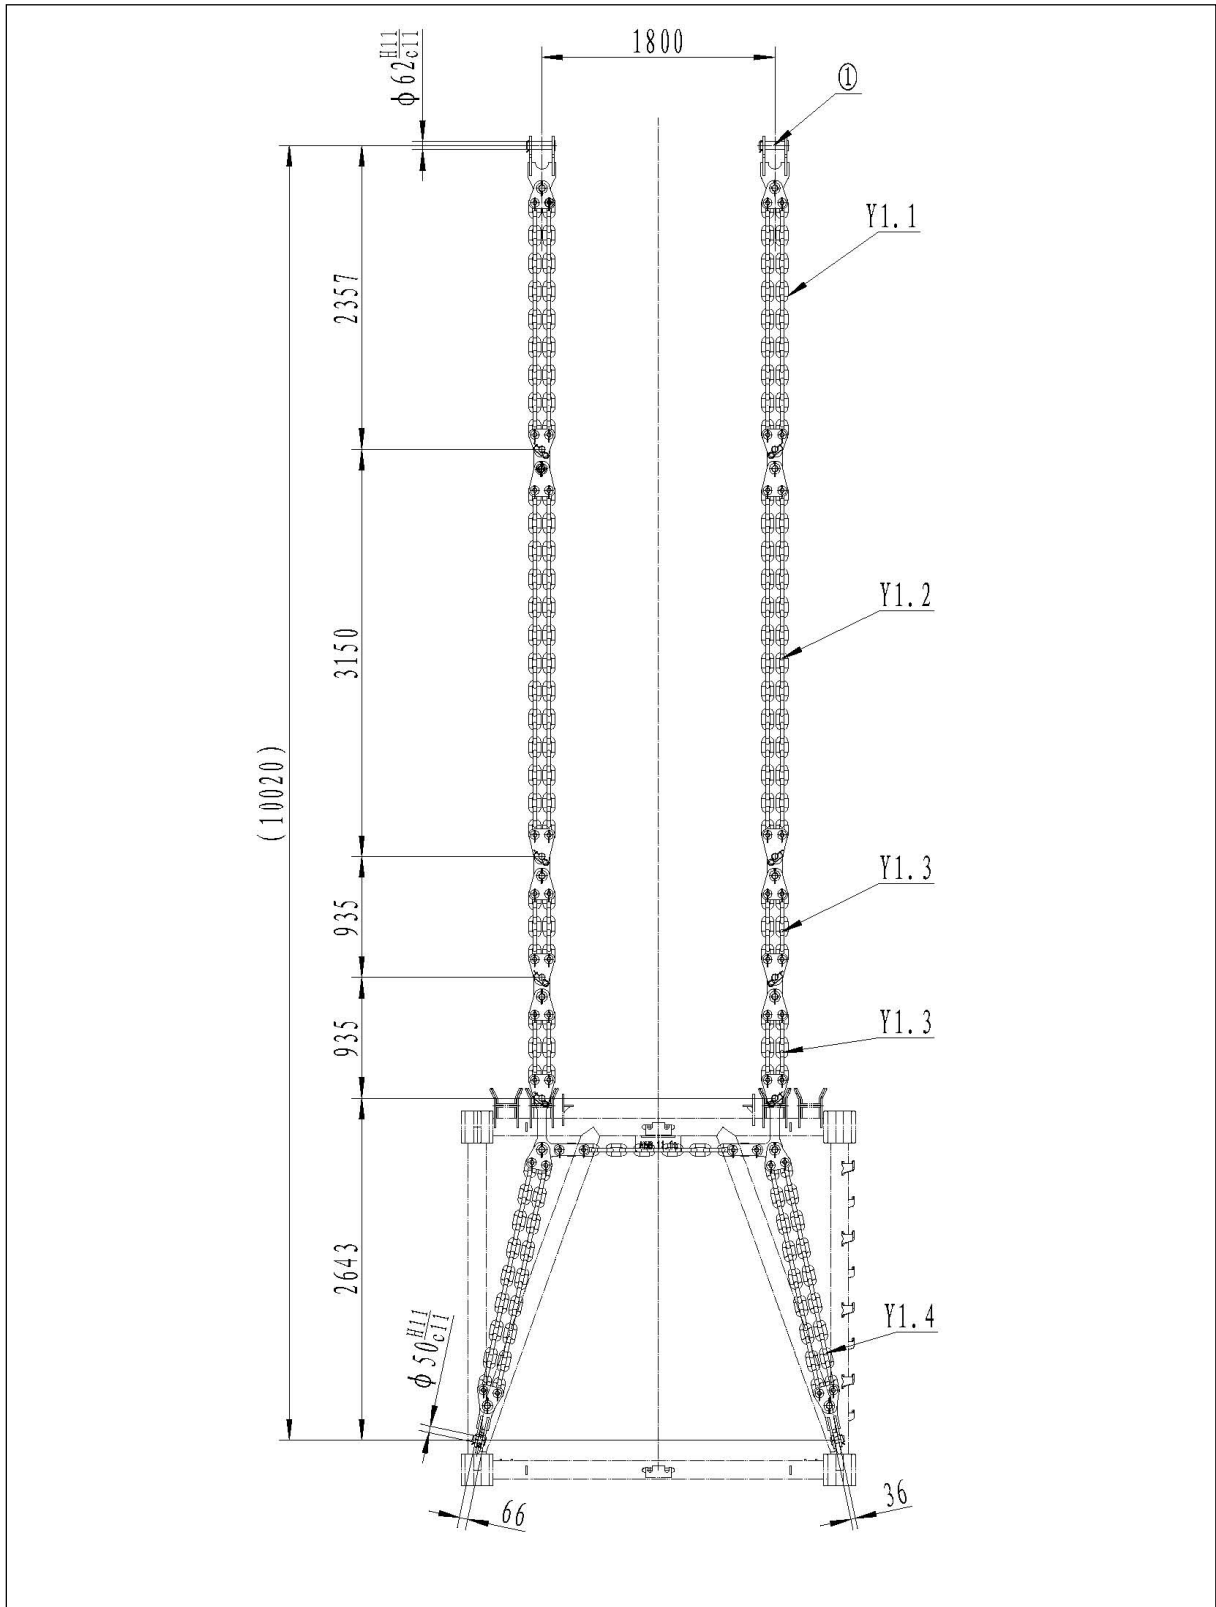

图 2.21.1
2.21.1 臂架长 126m、132m 腰绳装置（图 2.21.1）